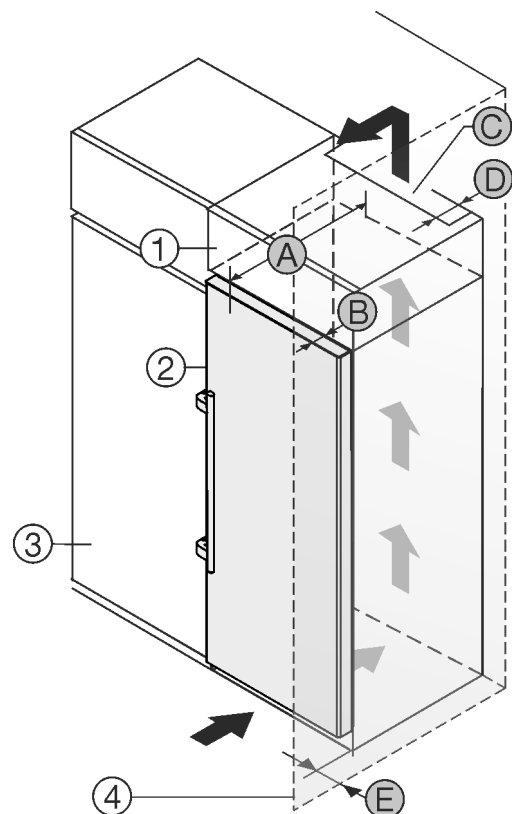

Fig. 30
Das Gerät kann mit Küchenschränken umbaut werden. Um das Gerät *Fig. 30 (2)* der Küchenzeilenhöhe anzugleichen, kann über dem Gerät ein Aufsatzschrank *Fig. 30 (1)* angebracht werden.
Wird das Gerät direkt neben einem Küchenschrank *Fig. 30 (3)* aufgestellt, so ist ein Abstand von mind. 5cm zum Gerät notwendig. Um die Türe vollständig öffnen zu können, muss das Gerät um die Tiefe *Fig. 30 (B)* gegenüber der Küchenschrankfront vorstehen. Abhängig von der Tiefe der Küchenschränke und Verwendung von Wandabstandshaltern kann das Gerät weiter herausragen.
- An der Rückseite des Aufsatzschrankes muss ein Abluftschacht mit der Tiefe *Fig. 30 (D)* über die gesamte Aufsatzschrankbreite vorhanden sein.
- Unter der Raumdecke muss der Entlüftungsquerschnitt *Fig. 30 (C)* eingehalten werden.
Wenn das Gerät mit den Scharnieren neben einer Wand *Fig. 30 (4)* aufgestellt wird, muss der Abstand *Fig. 30 (E)* zwischen Gerät und Wand eingehalten werden. Dies entspricht dem Griffüberstand bei geöffneter Tür.